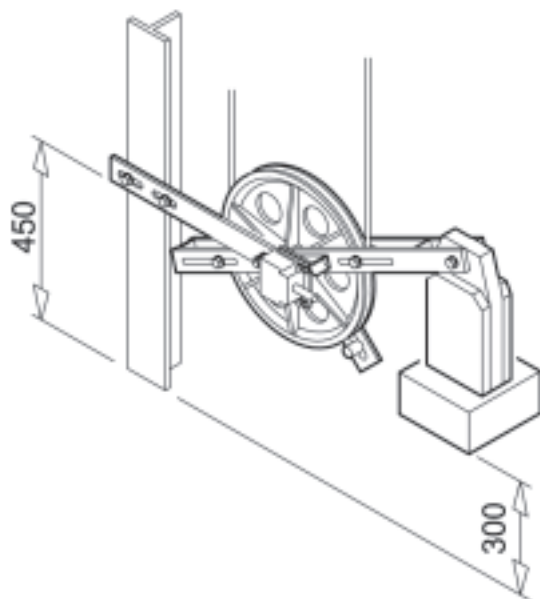

Fig. 3
- Montare la staffa di montaggio a circa 450 mm (valore approssimativo: Fig. 3) dal fondo del pozzo.
- Supportare il contrappeso, fin tanto che viene portato in posizione obliqua (Fig. 3).
Se il montaggio è stato eseguito in maniera corretta, il contrappeso dovrebbe assumere una posizione leggermente angolata verso l'alto (Fig. 3).